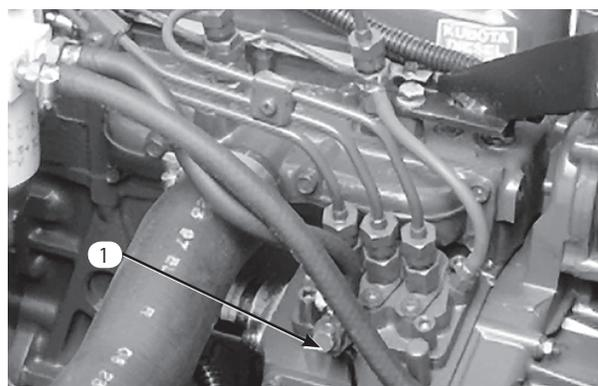

図26
2. 燃料噴射ポンプ (図26) についてのエア抜きネジを、12 mmのレンチを使って開く。